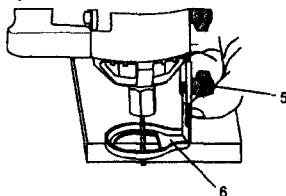

Fig. 11
1. Ajuste la profundidad de la bancada del asa de precisión **aflojando** la perilla del medidor de profundidad (5) y deslizando la bancada (6) hacia adentro o hacia afuera según se requiera (ver la fig. 11).